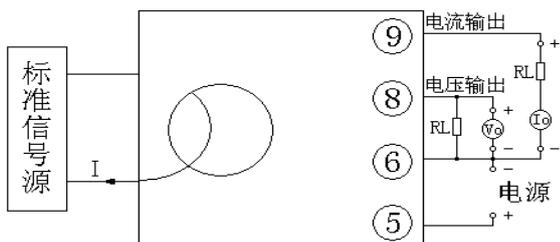

图 6 产品精度试验接线图
- ③ 使变送器卡口套在安装导轨上；
④ 松开弹簧销，变送器即卡在安装导轨上。
- ① 按图 6 中的螺孔位置在固定板上攻丝 M3 螺钉孔;
- ② 使用 M3 的螺钉拧入螺钉孔中固定。